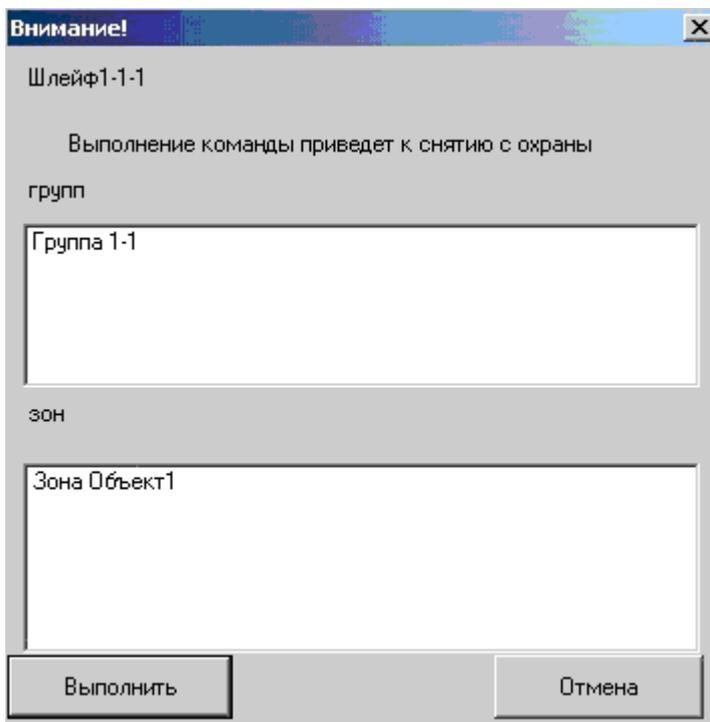

Рисунок 8. Информационное сообщение.
- ✓ Сбросить тревогу шлейфа – сбросить тревогу шлейфа. При этом появляется сообщение (Рисунок 8). Сброс тревоги шлейфа ведет к снятию с охраны группы, в которую он входит, и зоны, которая этой группой ставится на охрану.